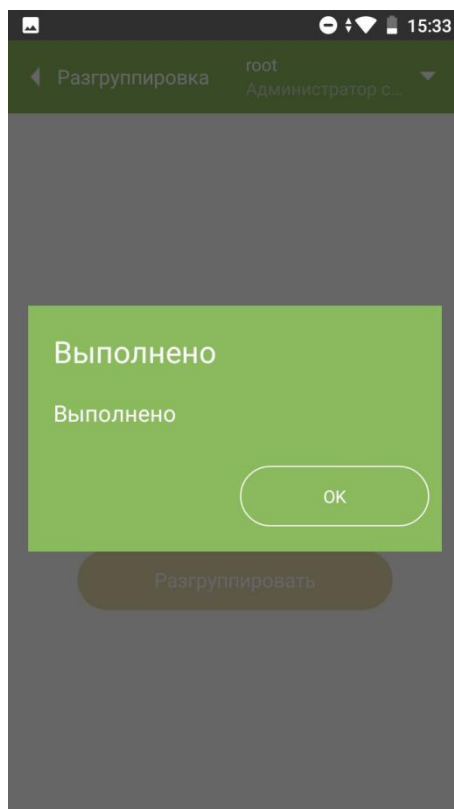

Рисунок 4.2
4. Нажать на кнопку «Разгруппировать». После завершения операции появится всплывающее окно «Выполнено» (Рисунок 4.2). Далее автоматический выход в главное меню.